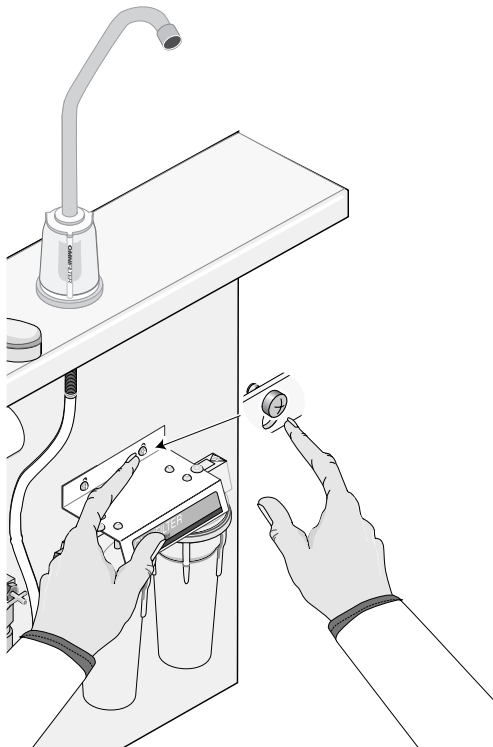

Figura 8
13. Instale la unidad del filtro en los tornillos de montaje instalados en la Paso 2 y apriete los tornillos de montaje. Consulte la Figura 8.